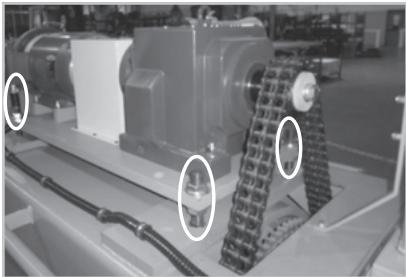

Figura 68
- Paso 1. Baje la plancha de montaje del motor para permitir cierta holgura en la cadena (figura 68).
En la figura 68, apenas se muestran 3 de las 4 tuercas en total.